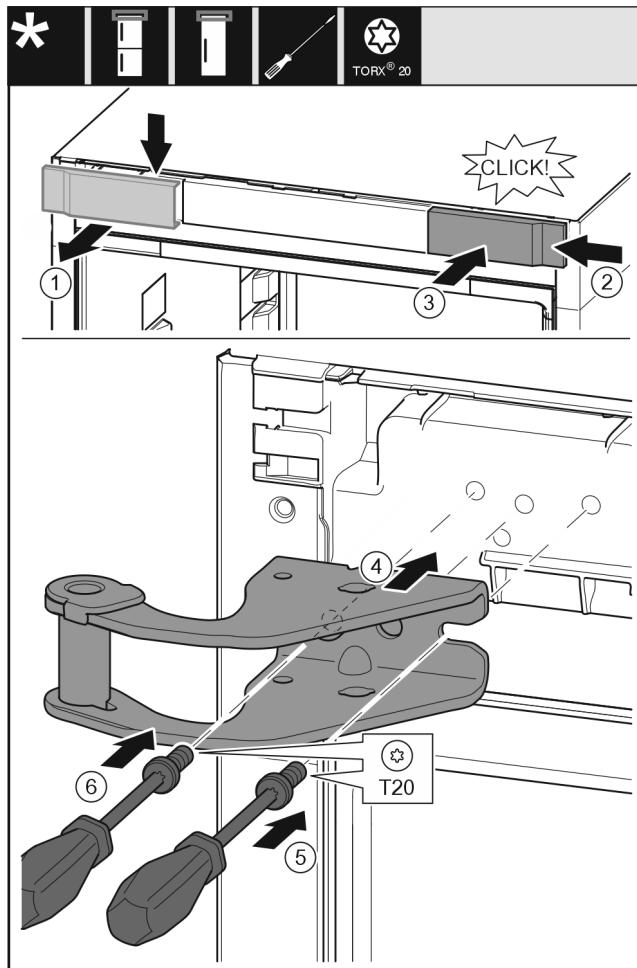

Fig. 13
- ▶ Свалете капака от горе напред. Fig. 13 (1)
- ▶ Закачете капака, завъртън на 180°, от другата страна отдясно. Fig. 13 (2)
- ▶ Фиксирайте капака. Fig. 13 (3)
- ▶ Поставете горната лагерна стойка. Fig. 13 (4)
- ▶ С отвертка T20 поставете винта и го затегнете. Fig. 13 (5)
- ▶ С отвертка T20 вкарайте винта и го затегнете. Fig. 13 (6)